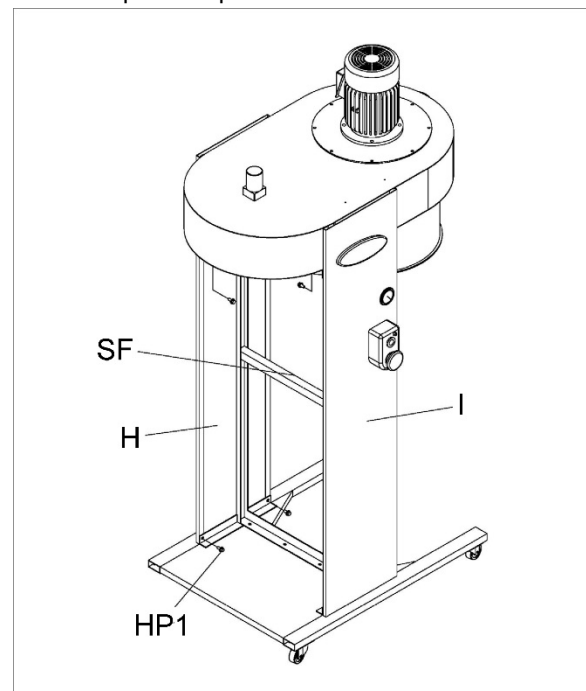

Figura 6
5. Sujete el panel izquierdo (I, Figura 6), y el panel derecho (H) al bastidor (SF) con los pernos de resalto hexagonales (HP1). NOTA: Pase los cordones del interruptor por la parte superior de la caja *antes* de apretar tornillos en el panel izquierdo.